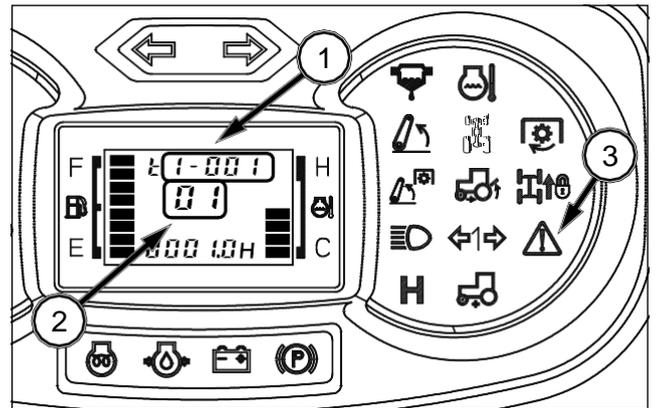

FIG. 53
FIG. 53: En el panel numérico se muestra el código de error de la ECU del vehículo cuando esta detecta una anomalía. El código de error se compone de dos códigos, (1) y (2).
- (1) Número de parámetro sospechoso (SPN) - Código del sistema que permite identificar un error